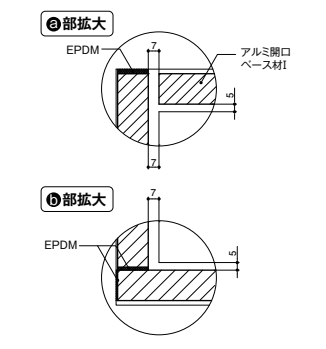

図6 アルミ開口ベース材Iの施工
- ▶ アルミ開口ベース材Iをサッシ下が横勝ち、サッシ上が縦勝ち (縦材と横材の隙間を7mm確保) となるように、サッシとの隙間を上下は5mm左右は7mm設け、同梱ビス (φ4×25mm) で、500mm以下の間隔で留め付ける。(図6参照)